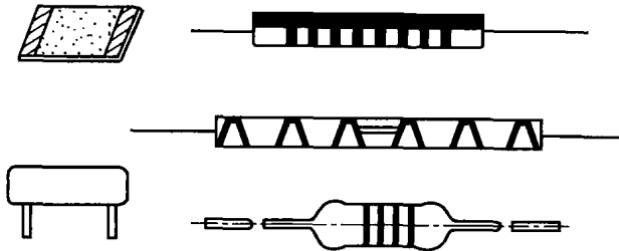

图 1-8 金属玻璃軸型电阻器的外形
(6) 金属玻璃釉型电阻器。金属玻璃釉型电阻器是在陶瓷骨架上覆盖了一层由金属氧化物如银、锑、锡、等和玻璃釉黏合剂混合后的物质，再经高温烧制而形成的。金属玻璃釉型电阻器的优点是耐高温、耐潮湿、噪声小、性能稳定、电阻值范围较大，其外形如图 1-8 所示。